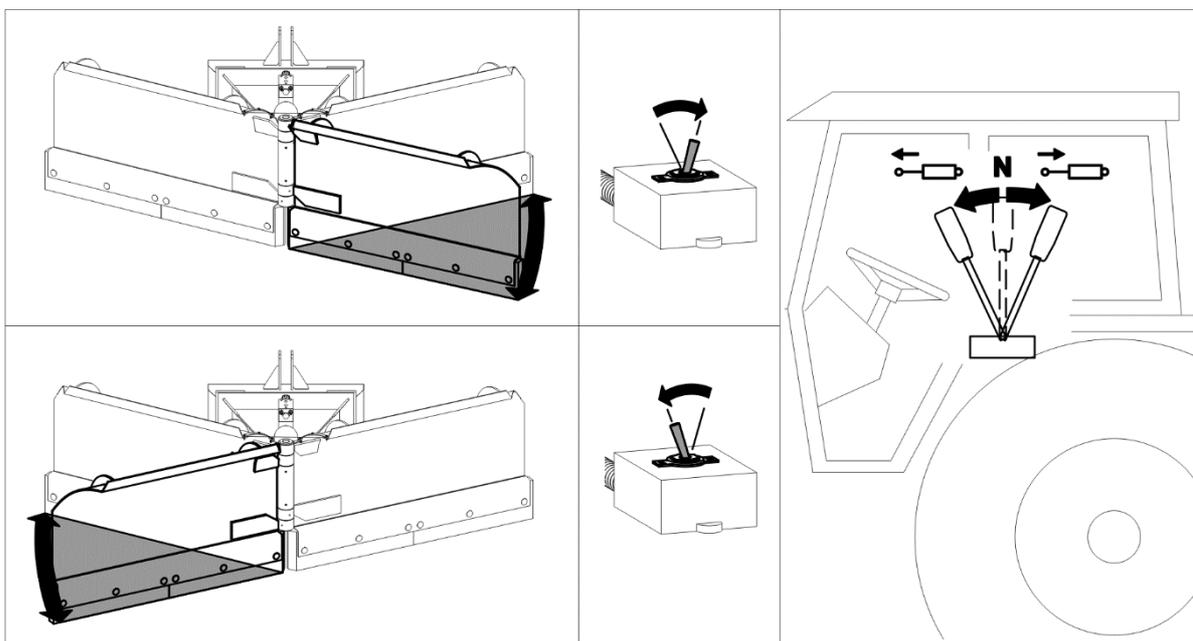
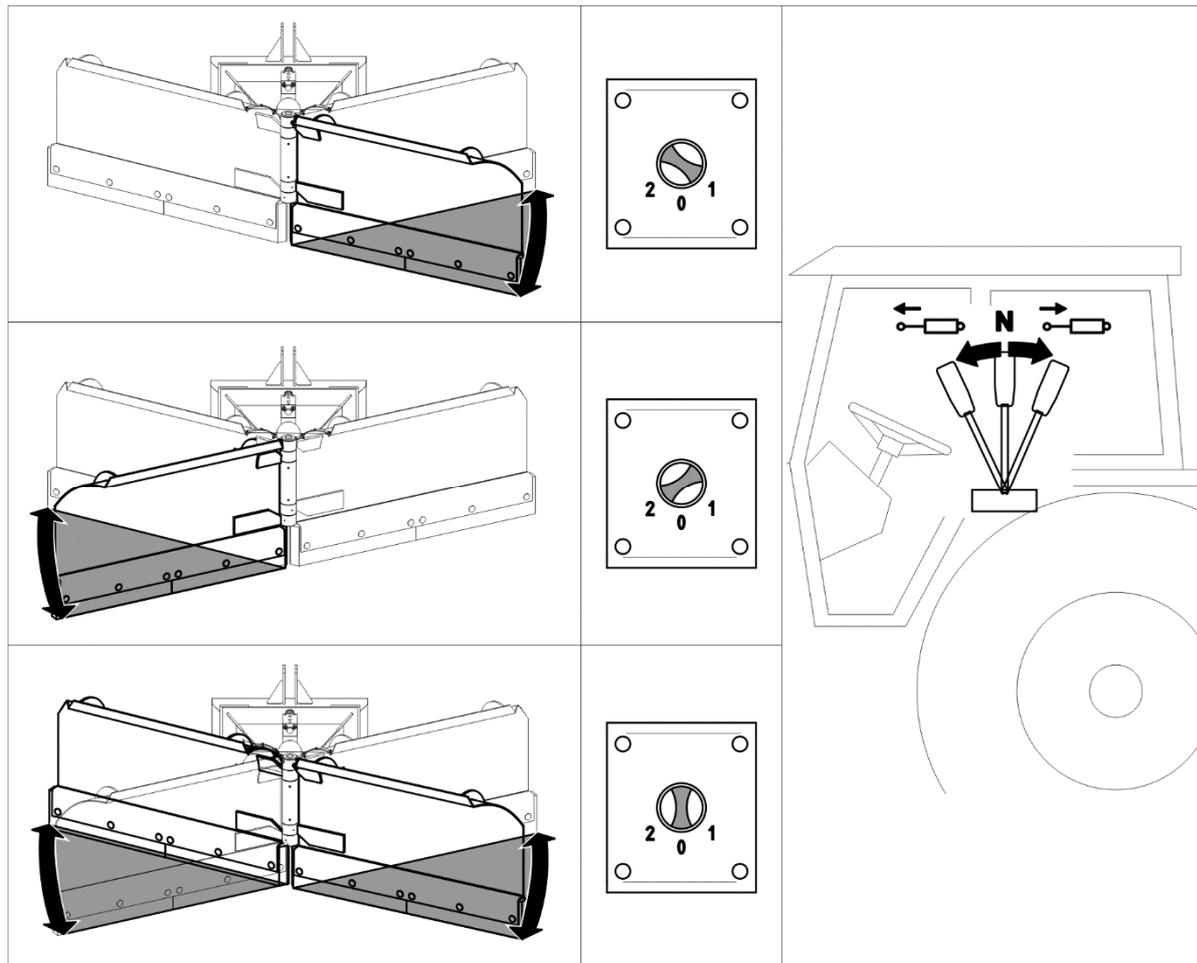

РИСУНОК 4.7 Изменение рабочего положения для автономного управления
РИСУНОК 4.8 Изменение рабочего положения для автономного-одновременного управления
В зависимости от типа управления (автономное или автономное-одновременное) снегоотвал может быть оснащен 2-позиционным (РИСУНОК 4.7) или 3-позиционным переключателем (РИСУНОК 4.8)
При одновременном автономном управлении (опция) имеется возможность произвольно устанавливать положение кромок отвалов (РИСУНОК 4.8). При установке переключателя в положение „1” можно регулировать положение левого крыла снегоотвала, а при переключении переключателя в положение - „2” правого крыла В положении "0" возможна регулировка обоих кромок отвала – со сгребания налево на сгребание направо и наоборот.
(1) - колесо; (2) - корпус; (3) - рукоятка; (4) - блокада рукоятки; (5) - подъем; (B) - опускание
В снегоотвалах, оснащенных опорными колесами (РИСУНОК 4.8) регулирование рабочей высоты осуществляется путем перемещения колеса (1) вверх или вниз в корпусе (2) поворотом рукоятки (3). Рукоятка фиксируется блокировкой (4). Требуемая высота колеса фиксируется положением рукоятки (3) и блокадой (4). Рекомендуется, чтобы оба колеса располагались на одинаковой высоте.